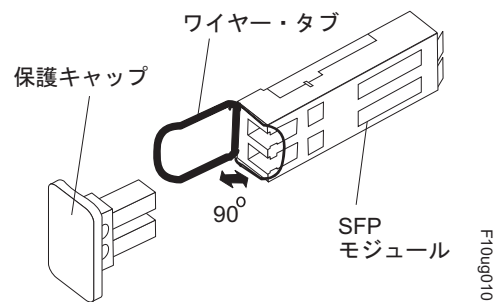

図 22. SFP モジュール・ラッチのアンロック - ワイヤー・タブの場合
- ワイヤー・タブが入っている SFP モジュールの場合は、図 22 に示すように、ワイヤー・ラッチを外側に 90° 引いて SFP モジュールのラッチをアンロックします。